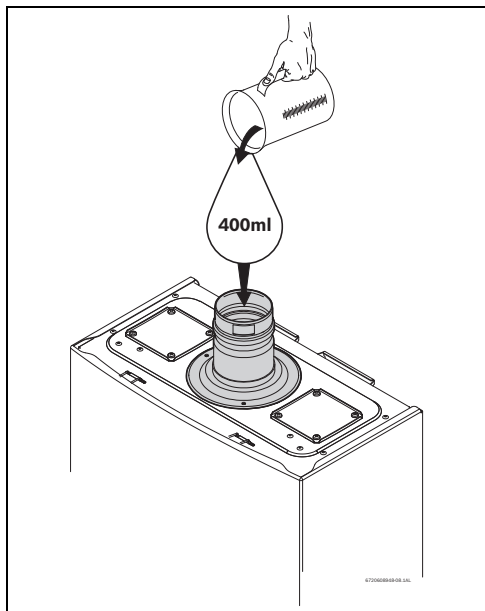

Fig. 27 Llenado del depósito de agua en el primer arranque
- ▶ Llenar el depósito de agua condensada con aproximadamente 400 ml. de agua, a través del accesorio de evacuación del aparato, consultar (Fig. 27 ).